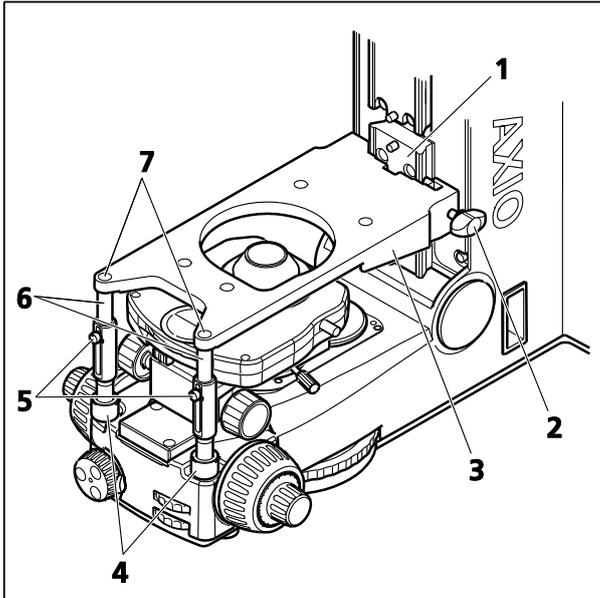

图 3-17 安装载物台支架 (图中未显示载物台)
- 左手握住载物台支架 (图 3-17/3) 和安装好的主机架，先以略微倾斜的角度插入支架上的燕尾导轨 (图 3-17/1)。
- 用右手稍微拧紧夹紧螺钉 (图 3-17/2)。
- 将载物台支架相应对齐下止动螺钉，拧紧夹紧螺钉 (图 3-17/2)，但避免用力过大。
- 用球头螺丝刀拧松载物台支架支柱上的调节螺钉 (图 3-17/5)。
- 推入支柱 (图 3-17/6)，用螺钉 (图 3-17/7) 将其固定在载物台支架的左右两侧。
- 向下拉支柱，直到夹紧环 (图 3-17/4) 靠在主机架上。
- 拧紧调节螺钉 (图 3-17/5)。
- 拧紧两个夹紧环 (图 3-17/4)，直到感受到轻微阻力。
- 松开夹紧环（图 3-17/4）。
- 如有需要，拧下螺钉（图 3-17/7），并从载物台支架上拆卸支柱（图 3-17/6）。
- 左手握住载物台支架（图 3-17/3）。
- 用右手将夹紧螺钉（图 3-17/2）拧松约 5 圈。
- 向左水平旋转载物台支架，使其从右侧的燕尾导轨（图 3-17/1）中滑出。